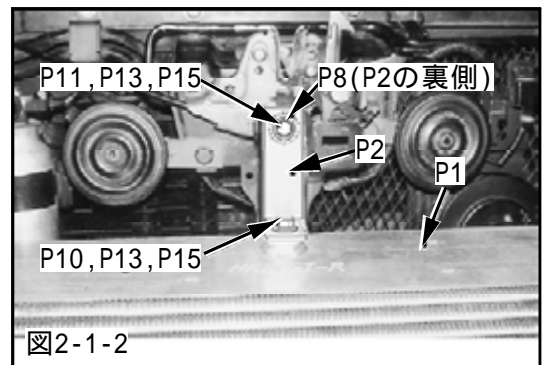
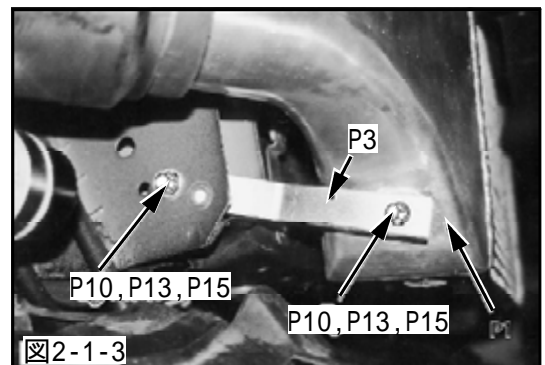
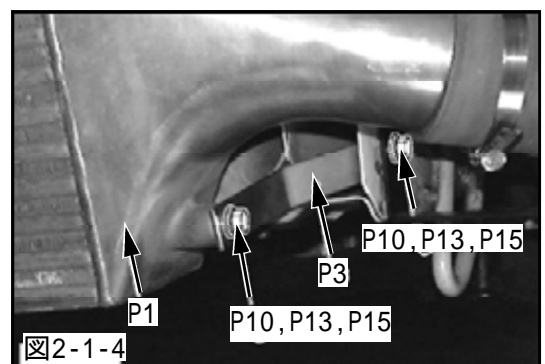

図2-1-2
図2-1-3
図2-1-4
(P2×1, P8×1, P11×1, P13×1, P15×1) (図2-1-2)
(P3×2, P10×2, P13×2, P15×2,) (図2-1-3, 図2-1-4)
(P10×3, P13×3, P15×3) (図2-1-2, 図2-1-3, 図2-1-4)
(6) インタークーラステー 1, インタークーラステー 2を本締めしてください。(図2-1-2, 図2-1-3, 図2-1-4)
(7) インタークーラコアAssyに純正ホースを取付けてください。
(8) レインフォースを取付けてください。